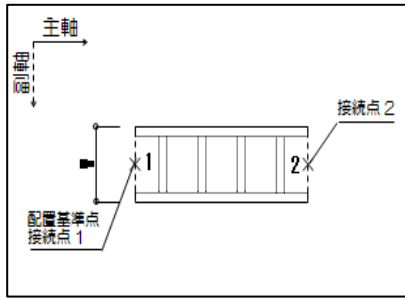
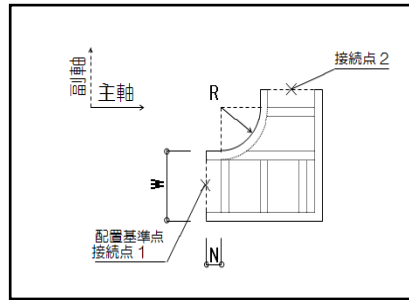
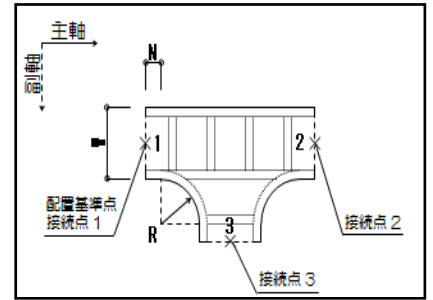

図 1
図 2
図 3
- 3) 副軸ベクトルは、接続点 1 の接続面の辺に平行な大きさ 1 のベクトルとし、振れない部材は主軸ベクトルに対して右方向（図 1 参照）、接続点数=2 の部材は主軸ベクトルに対して接続点 2 側（図 2 参照）、接続点数=3 と 4 の部材は主軸ベクトルに対して接続点 3 側（図 3 参照）をベクトルの方向とする。